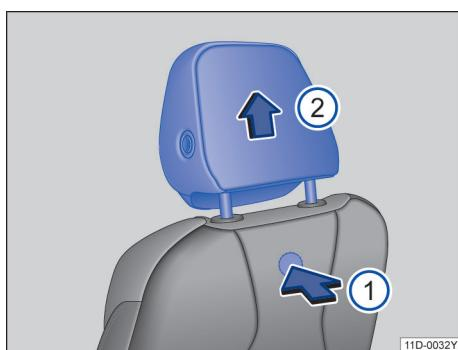

图 66 拆卸和安装前排头枕
- 按压座椅背部隐藏于座椅套内的按钮 → 图 66 ①，沿箭头方向 ② 将头枕完全拔出。